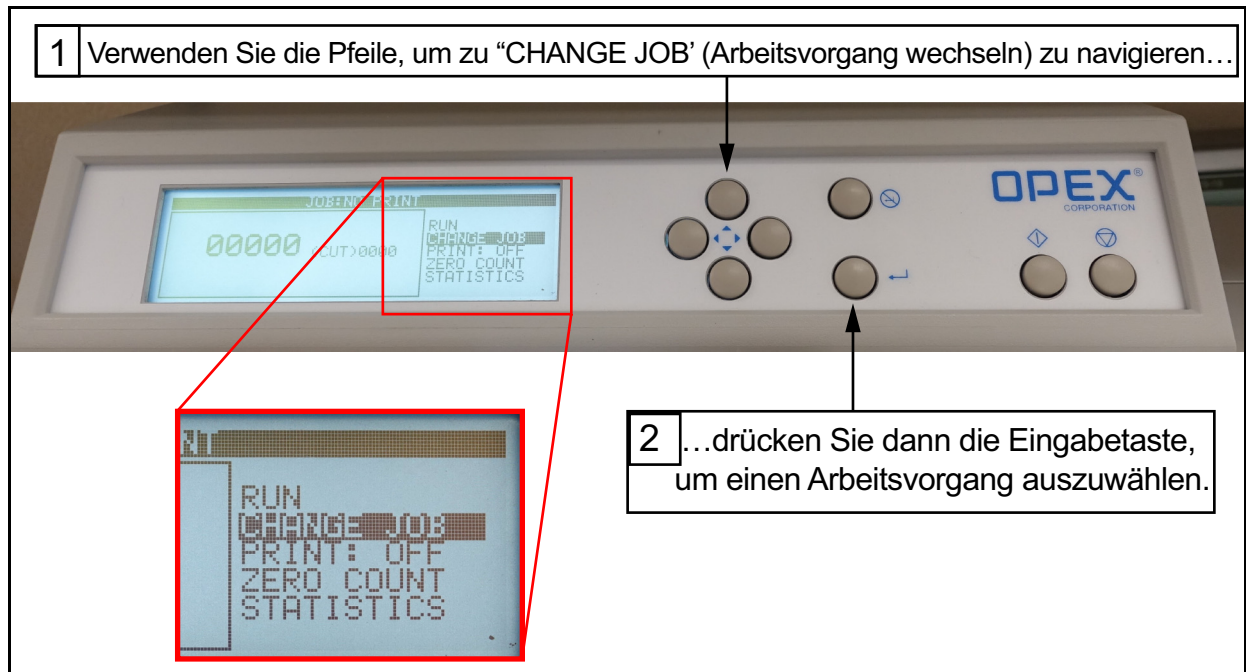

Abbildung 4-8: Zum Bildschirm Select Job (Arbeitsvorgang wählen) gehen
6. Navigieren Sie zum Bildschirm **Select Job (Arbeitsvorgang auswählen)** mithilfe der **Pfeile** um **CHANGE JOB (Arbeitsvorgang ändern)** im Menü auszuwählen und drücken Sie danach die **Eingabetaste** (Abbildung 4-8).